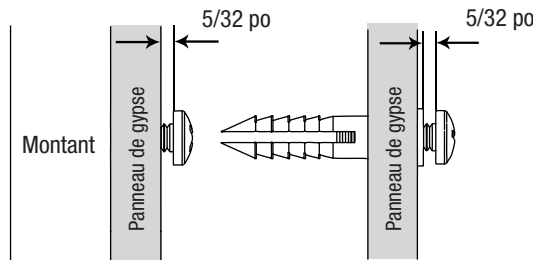

Figure 2
ÉTAPE 2: Pré-percez les trous à l'aide d'une mèche de 3/32 po aux emplacements marqués. Si un montant se trouve à cet endroit, insérez la vis en la laissant dépasser de 5/32 po de la surface du mur. Si aucun montant ne se trouve à cet endroit, utilisez une mèche de 3/16 po pour agrandir le trou de 3/32 po. Insérez un ancrage, puis vissez la vis dans l'ancrage, en la laissant dépasser de 5/32 po de la surface du mur, tel qu'illustré à la **Figure 2**.